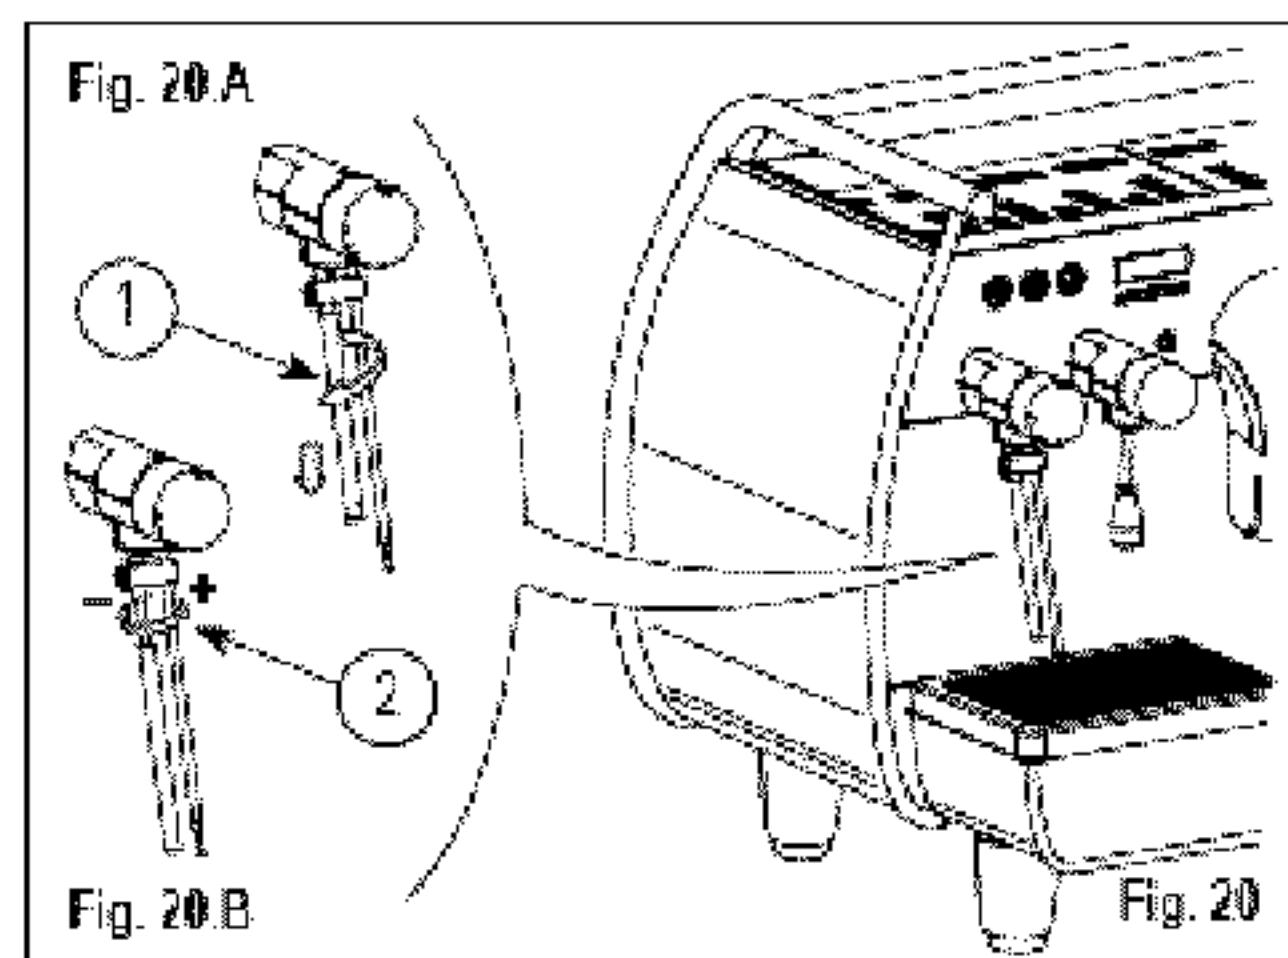

Рис. 20
Чтобы увеличить/уменьшить количество воздуха, подаваемого в молоко при помощи парового крана AutoSteam (и, следовательно, увеличить/уменьшить густоту молочной пенки), действовать, как показано на рис. 20:
- 1) Открутите наконечник из нержавеющей стали (1), как показано на рис. 20 А.
- 2) Чтобы увеличить/уменьшить количество воздуха, регулируйте тефлоновый наконечник (2), как показано на рис. 20 В.